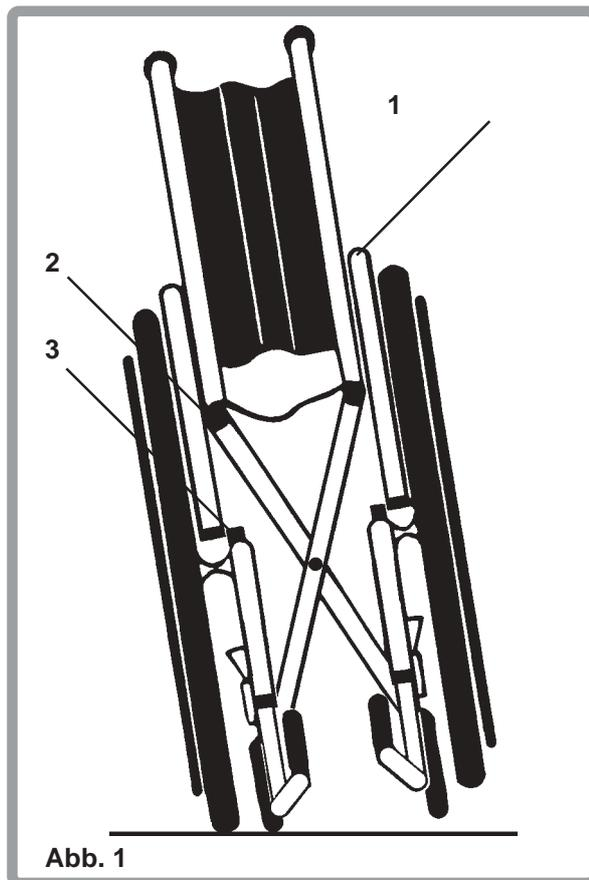

Abb. 1
Kippen Sie den Rollstuhl soweit gegen sich, bis das gegenüberliegende Rad keinen Bodenkontakt mehr hat (Abb. 1). Drücken Sie die Kreuzstrebe (1) auf Ihrer Seite nach unten bis der Stuhl ganz geöffnet ist.